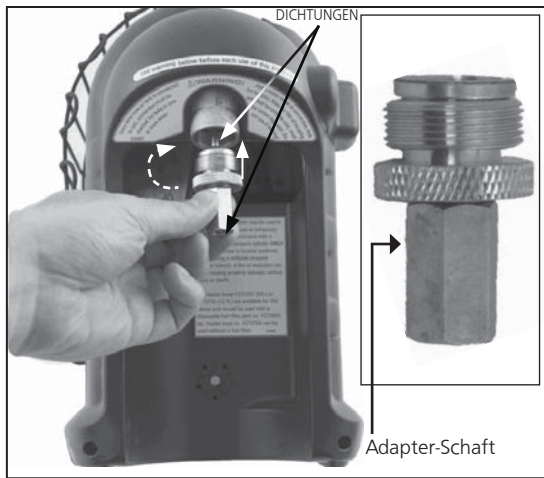

Abbildung 4: „Butan Adapter“
- Überprüfen Sie, ob die Dichtungen (zwischen dem Gerät und der Gaskartusche) am richtigen Platz und in gutem Zustand sind, bevor Sie die Gaskartusche anschließen. Abbildung 4. Kein Gerät benutzen, das beschädigt ist oder abgenutzte Dichtungen hat. Kein Gerät verwenden, das undicht oder beschädigt ist oder nicht ordnungsgemäß funktioniert.
- Butan/Propan-Gemisch-Gebrauch (G30+G31): Den Messingadapter im Uhrzeigersinn in den portablen Heizgerätregler schrauben (von unten), bis er fest sitzt. Siehe Abbildung 4. Kein Gewindedichtmittel an diesem Anschluss verwenden. Die Butan/Propan-Gemisch-Kartusche in den Adapter einschrauben (im Uhrzeigersinn); sobald der Adapter-Schaft sich zu drehen beginnt, ist die Kartusche angeschlossen und kann in den Ständer gesetzt werden.